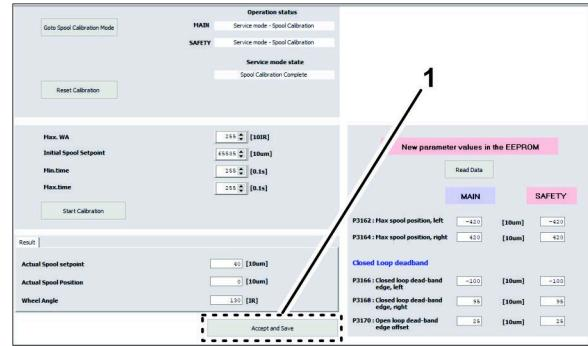

Figure 50
5. Au bas de l'écran d'étalonnage du tiroir, cliquez sur l'icône ACCEPTER ET ENREGISTRER (Figure 50).